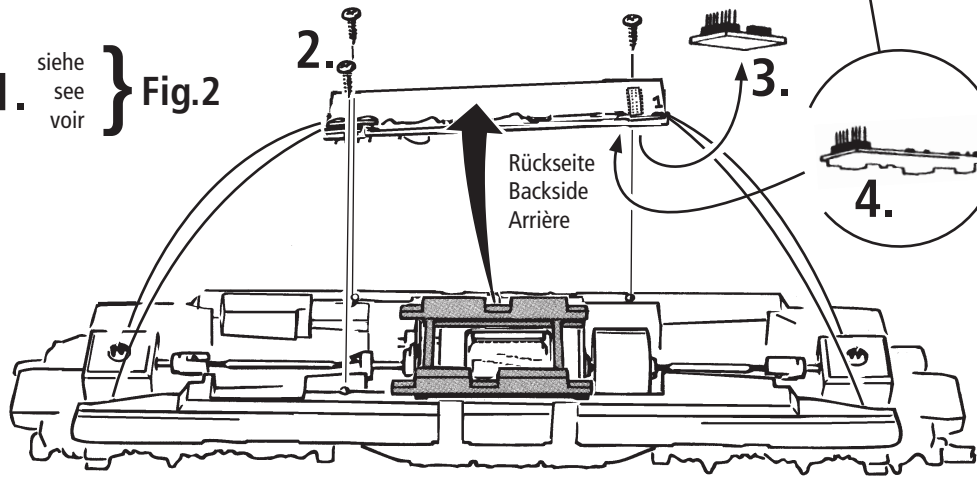

Fig. 4
**1. Reinigung der Radstromkontakte:** Radstromkontakte können auf unsauberen Schienen leicht verschmutzen. Entfernen Sie **vorsichtig** mit einem kleinen Pinsel **den Schmutz** an den in Fig. 4 gekennzeichneten Stellen.
**1. Nettoyage des lames de courant aux roues:** Les lames de contacts risquent de s'encrasser rapidement sur des voies poussiéreuses. Veuillez **enlever la poussière** aux endroits marqués à la fig. 4 à l'aide d'un petit pinceau souple.